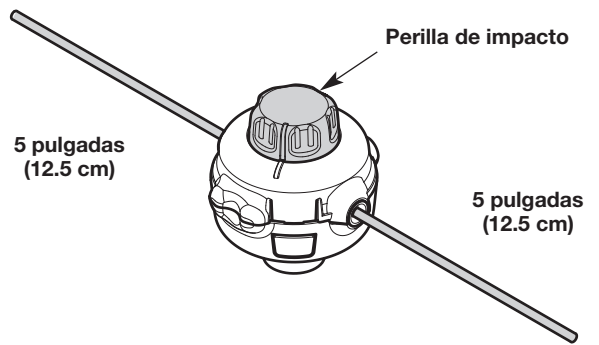

Fig. 28
- Gire la perilla de impacto para enrollar el hilo hasta que sobresalga aproximadamente 5 pulgadas (12.5 cm) de cada lado del cabezal de corte (Fig. 28).